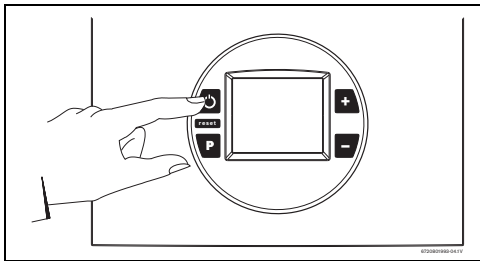

Fig. 12 Tasto di accensione/spegnimento
- ▶ Premere l'interruttore principale ON/OFF (Fig. 12).
Premendo l'interruttore principale nella posizione di funzionamento (Fig. 12), l'apparecchio è pronto a funzionare.